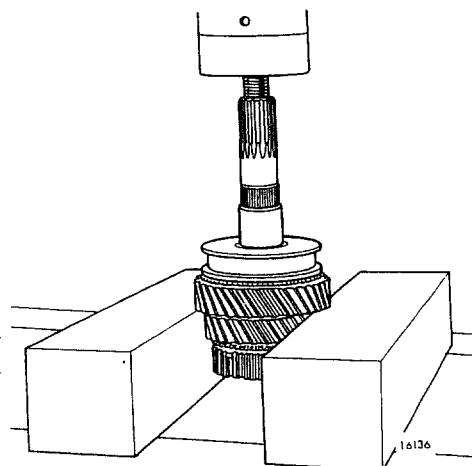

Fig 07-27. Demontering av 2:ans kugghjul
2. Ta bort låsringen för 1:ans och 2:ans synkroniseringsnav. Placera axeln i en press och pressa av synkroniseringsenheten och kugghjulet, se fig 07-27. Ta bort kopplingshylsan och spärrkopparna. Ta bort nållagret.